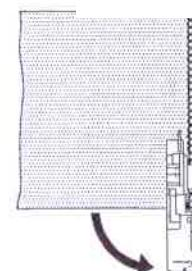

Fig. 1
3. Turn the fabric, lower the presser foot and begin stitching in the new direction. Fig. 1.
3. Tourner le tissu, redescendre le pied presseur et coudre dans la nouvelle direction (Fig.1).
3. Gire el tejido, baje el pie prensatelas y continúe cosiendo en la nueva dirección. Fig. 1.